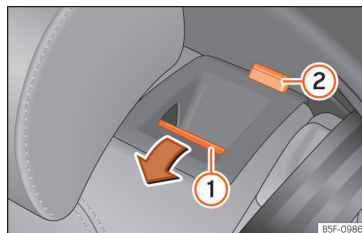

Fig. 64 Banco traseiro: rebater o encosto.
- Pressione o botão de desbloqueio »» **Fig. 64** ① para a frente e, ao mesmo tempo, rebata o encosto. O encosto traseiro está desbloqueado quando se vê uma marca vermelha no botão ②.